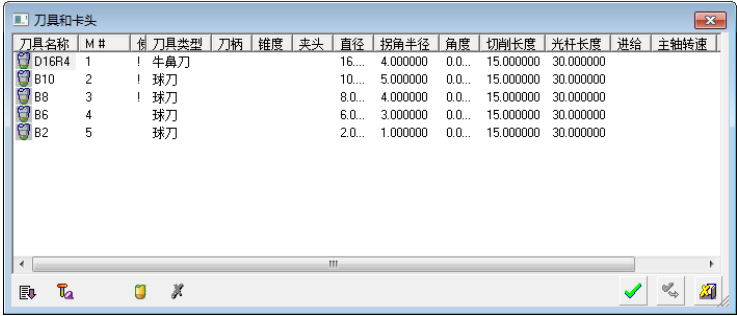

图 3-132 “刀具和卡头”对话框（2）
3) 选择刀具。单击“刀具和夹头”按钮，弹出“刀具和卡头”对话框（2），选择 D16 R4 牛鼻刀，如图 3-132 所示。